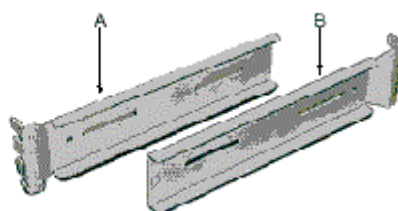

图 2-3-4
5. 图 2-3-4 是将一侧滑轨固定到机柜架上的一对滑轨支架。